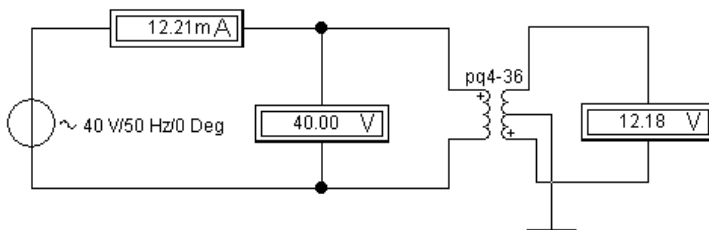

Рис. 24. Опыт холостого хода
2. Провести опыт холостого хода, измерить ток холостого хода в первичной обмотке, напряжения холостого хода на первичной и вторичной обмотках трансформатора (рис. 24).